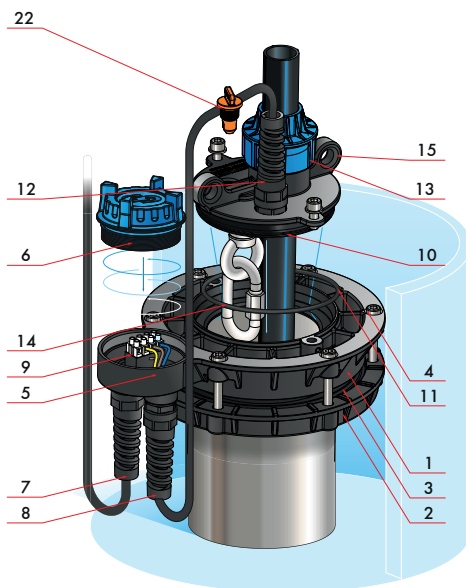

Рисунок 4
Базовая часть состоит из основания (1) (рисунок 4) установленного на торец обсадной трубы скважины, прижимного фланца (2), резинового кольца (3). Базовая часть фиксируется на обсадной трубе при сжатии винтами (4) резинового кольца (3). В основании (1) имеется клеммная коробка (5), закрываемая резьбовой герметичной крышкой (6). Коробка имеет гермовводы (7) и (8) питающего сетевого кабеля и электрокабеля насоса. В коробке закреплена винтовая клеммная колодка (9) для коммутации питающего сетевого кабеля и электрокабеля насоса. Основание (1) имеет отверстие для монтажа насоса и цилиндрическую поверхность для уплотнения съемной крышки (10) с помощью кольца (11).